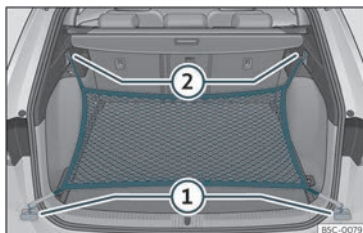

Abb. 117 Im Gepäckraum: Ösen ① und Haken ② zum Einhängen des Gepäckraumnetzes.
- Hängen Sie die kurzen Haken des Netzes in die Verzurrösen »» Abb. 117 ① »» ⚠ ein. Der Reißverschluss des Gepäckraumnetzes muss dabei nach oben zeigen.
- Befestigen Sie die Spanngurte in den Taschenhaken ②.